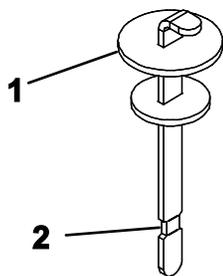

図 19
4. 補給口の首からディップスティックを抜き、ウェスできれいに拭う。もう一度首に差し込んで引き抜き、オイルの量を点検する。ディップスティックのマークまでであれば適正である 図 19。